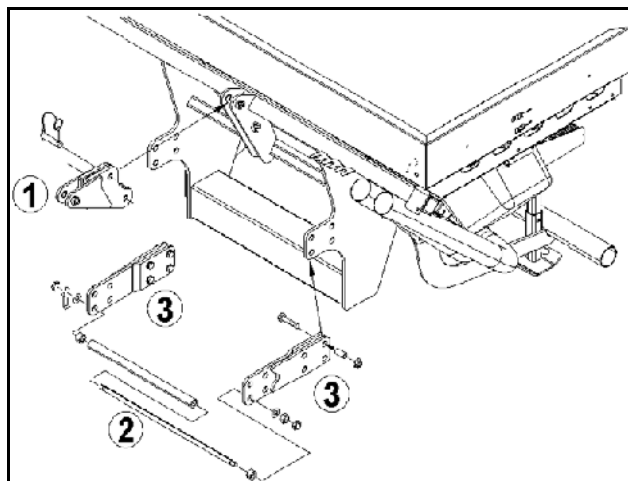

Fig. 35
1. Удлинитель верхней тяги (Fig. 35/1) присоедините к бункеру FRS двумя пальцами и зафиксируйте пружинными фиксаторами.
2. Отверните нижнюю приемную раму (Fig. 35/2) в точках крепления стандартных нижних тяг.
3. Нижнюю приемную раму соедините с удлинителями нижних тяг (Fig. 35/3) Следите при этом за правильной установкой защиты от прокручивания.